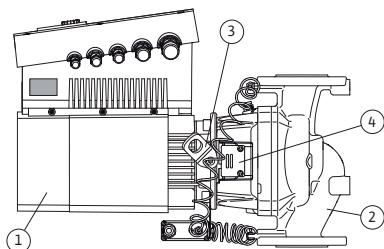

Fig. 10: Bomba completa
La característica típica de la serie Stratos GIGA es la camisa de refrigeración del motor. La corriente de aire se conduce de forma óptima a través de la cubierta longitudinal del ventilador (Fig. 10, pos. 1) para la refrigeración del motor y del módulo electrónico.
(Fig. 10, pos. 2) muestra la carcasa de la bomba con un conducto especial de la linterna para descargar el rodamiento.
Las argollas de transporte (Fig. 10, pos. 3) se deben utilizar de acuerdo con las indicaciones de los capítulos 3 «Transporte y almacenamiento» en la página 5 y 10 «Mantenimiento» en la página 50.
La ventanilla cubierta con la chapa de protección (Fig. 10, pos. 4) que hay en la linterna se utiliza en los trabajos de mantenimiento tal y como se indica en el capítulo 10 «Mantenimiento» en la página 50. Dicha ventanilla también se puede utilizar para comprobar la existencia de escapes, cumpliendo siempre las disposiciones de seguridad que aparecen en el capítulo 9 «Puesta en marcha» en la página 47 y el capítulo 10 «Mantenimiento» en la página 50.